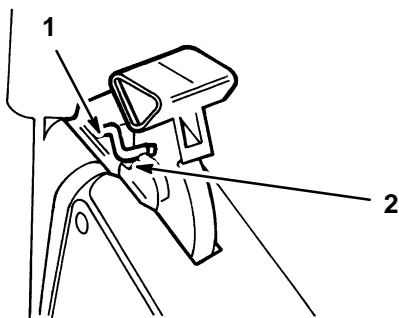

**Figura 6**
3. Coloque la abertura de la puerta del saco sobre el la abertura del canal de descarga tal como se muestra en la figura 6.